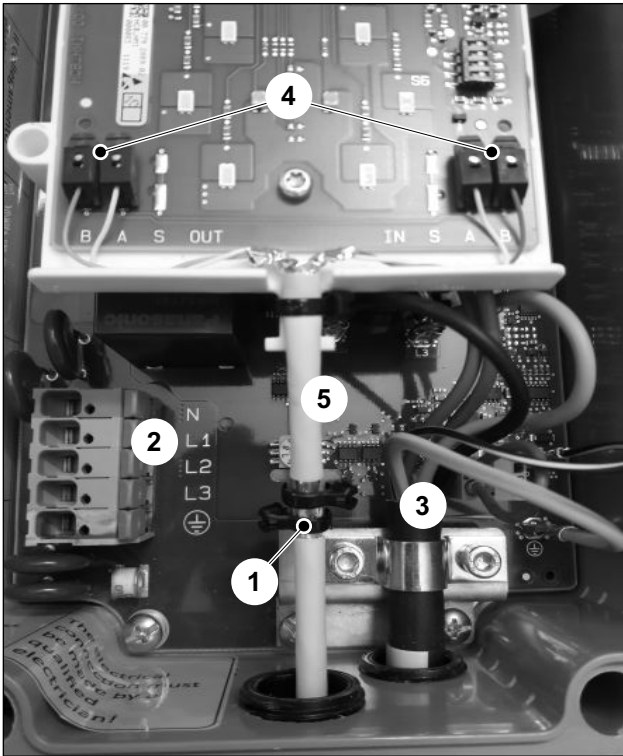

Fig. 12 Cheminement des câbles lors du câblage centralisé
Poser les conducteurs individuels de l'alimentation en tension (fig. 12/2) et du câble de charge (fig. 12/3) à une distance la plus grande possible des lignes de bus.
3. Fixez le blindage dénudé à l'aide d'une ou de deux attaches souples à la borne du blindage (fig. 12/1).
4. Dénuder l'isolation de quatre conducteurs individuels sur env. 8 mm et les raccorder sur les bornes correspondantes (fig. 12/4).
Le câble de bus doit être muni de sa gaine entre la borne du blindage et le circuit imprimé de raccordement (fig. 12/5).